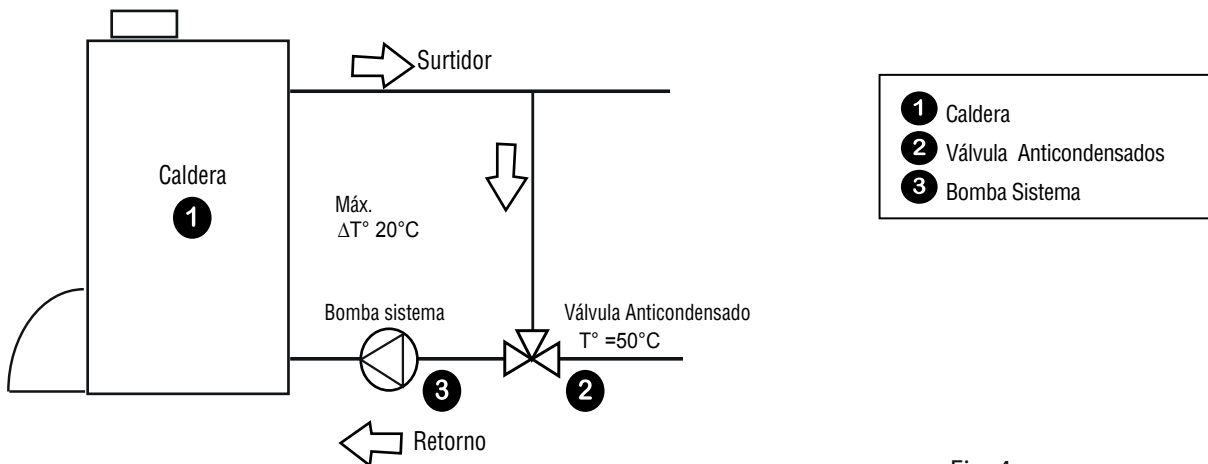

Fig. 4
2.7 Válvula Anticondensado (Fig.4), **2** Anti Shock Térmico.